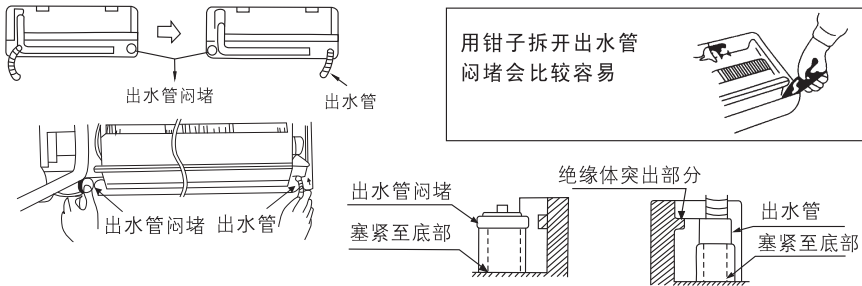

图 9
- (3) 如铜管从左边引出时，需将出水管和出水管闷堵互换位置，然后需如图9所示塞紧。(如果塞得不紧，冷凝水将会漏出及滴落。)